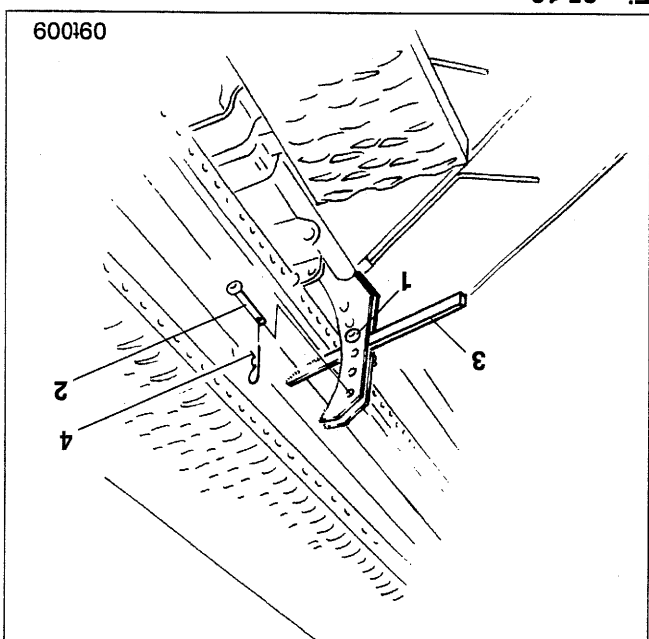

Fig. 25.10
Deux axes (fig. 25.10/1 et fig. 25.10/2) sont fichés dans le segment de réglage et servent de butées au levier (fig. 25.10/3). Le levier (fig. 25.10/3), actionné par le vérin hydraulique (fig. 25.9/1) est en appui contre l'axe I (fig. 25.10/1) lorsque le vérin hydraulique est en échappement, et en appui contre l'axe II (fig. 25.10/2) lorsque le vérin hydraulique est sous pression.
- introduisez l'axe II (fig. 25.10/2) dans un des perçages
(fig. 25.10/3) et verrouillez en sécurité avec une goupille
Beta (fig. 25.10/4).
- Introduisez l'axe I (fig. 25.10/1) dans un des perçages